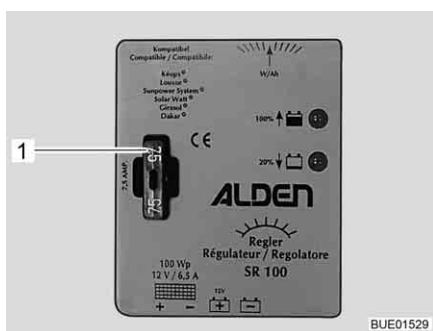

Fig. 149 Fusible pour le régulateur de panneau solaire 100 W
- Changer le fusible plat 5 A/brun clair (Fig. 149,1).